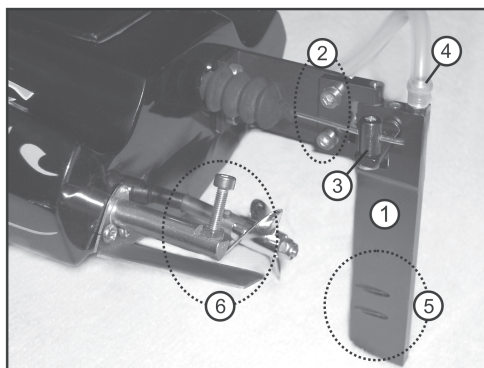

Figure 3
La figure 3 montre la gouverne (1), les vis de fixation de la gouverne (2), le raccord pour la timonerie de direction (3), le raccord du refroidissement par eau (4) ainsi que les orifices d'entrée du refroidissement par eau (5).
Avant chaque sortie, assurez-vous que l'articulation soit correctement fixée et qu'elle ne soit pas endommagée. Une articulation ou une fixation endommagée ou desserrée (par ex. vis desserrées, voir figure 3, n° 2 et 3) doivent être réparées avant la sortie. En cas de non-respect, il est possible que les tringles d'asservissement et / ou le système de gouverne se détachent accidentellement durant le fonctionnement. En tel cas, vous risqueriez d'endommager encore davantage votre modèle réduit (le servo de direction tourne par ex. à fond). Vous ne pourrez alors également plus piloter votre modèle réduit.
Deux volets de compensation sont montés à gauche et à droite, à l'arrière de votre modèle réduit (figure 3, n° 6). Ces volets de compensation permettent d'optimiser le glissement du modèle réduit. Vous pouvez légèrement régler les volets de compensation en tournant les vis de réglage. Après l'ajustage des vis, vous devez les bloquer à l'aide d'écrous afin d'éviter que les vis ne se desserrent.
Vous devez sinon, ou lorsque la course de compensation de l'émetteur n'est plus suffisante, réajuster l'articulation en veillant à ce que la roue du gouvernail et le compensateur se trouvent en position neutre en desserrant les vis de la timonerie de direction (figure 3).
Avant chaque sortie, assurez-vous du fonctionnement correct du refroidissement par eau. Pour ce faire, vous pouvez par ex. souffler de l'air à l'aide d'un petit flexible sur l'admission du refroidissement par eau (voir figure 3, n° 4). L'air (ou l'eau durant la conduite) doit ressortir de la sortie montée sur le côté de la coque du bateau.
Observez ici également les fentes de la gouverne (figure 3, n° 5). Ces fentes correspondent aux admissions d'eau du refroidissement par eau. Afin de garantir le fonctionnement correct du refroidissement par eau, ces fentes ne doivent jamais être obstruées. Le régulateur de vitesse risquerait sinon de surchauffer et d'être endommagé. Perte de la garantie ou garantie légale !